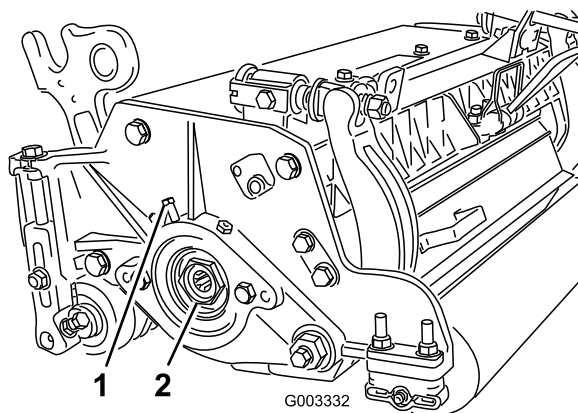

図 33
- A. カッティングユニットの左側にあるベアリングハウジングにベアリング調整ナットを固定している固定ネジをゆるめる図 33。